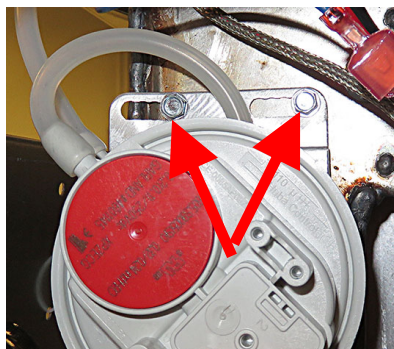

図 20
24. 圧力スイッチに取り付けられているネジを取り外します (図 20 を参照)。